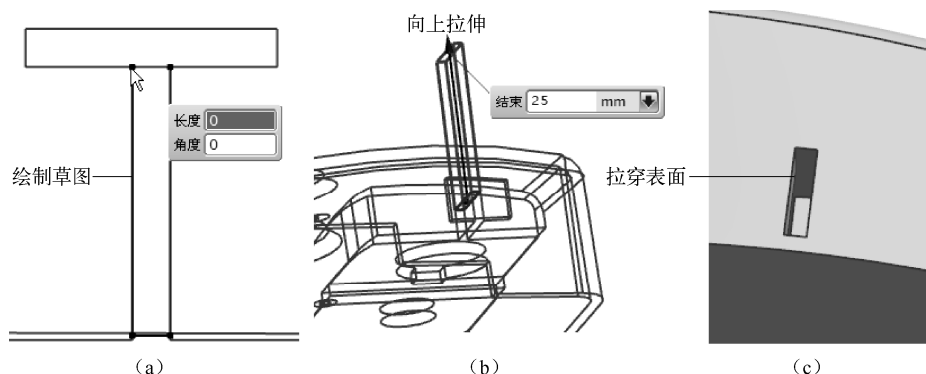

图 2-37 拉伸过程
(9) 绘制如图 2-37 (a) 所示草图轮廓, 单击【完成草图】按钮 , 切换到三维拉伸状态, 如图 2-37 (b) 所示。在图 2-36 (a) 所示的【拉伸】对话框中单击【确定】按钮, 完成拉伸, 拉穿了产品模型表面, 如图 2-37 (c) 所示, 消除了倒扣。